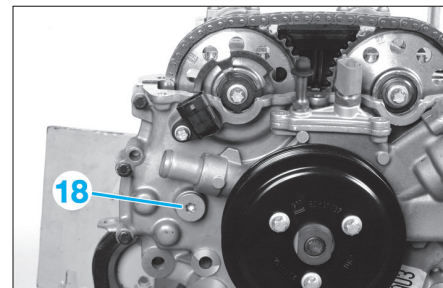

Fig. 15
- Déposer le bouchon fileté (18) du tendeur de chaîne situé sur le carter de distribution (Fig.15).